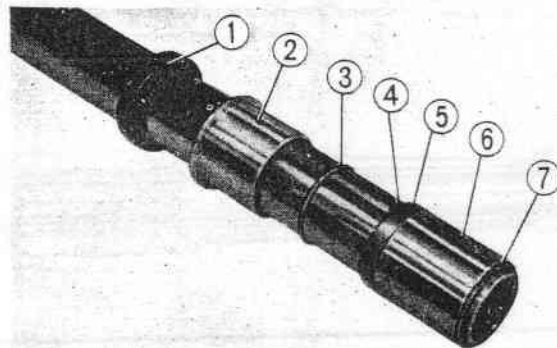

Fig. 11-14 ① Joint d'étanchéité 354611
5. En enlevant l'anneau brisé de piston, ce piston et le clapet d'amortisseur peuvent être retirés du tube de fourche. (Fig. 11-14)
1. Nettoyer soigneusement toutes les pièces puis remonter dans l'ordre le guide de tube, les anneaux d'arrêt, le clapet d'amortisseur, le piston et son anneau brisé sur le tube de fourche. (Fig. 11-14)